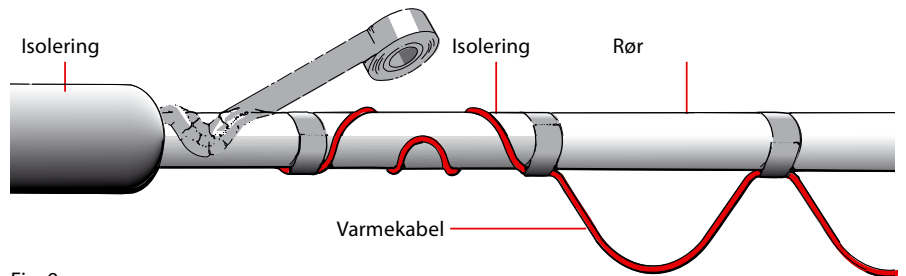

Fig. 9
2. Kablet fastgøres til røret i bølger eller i en spiral, se fig. 9.